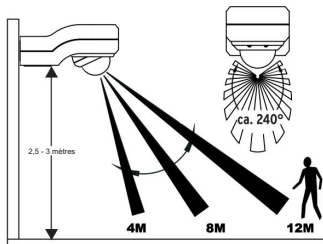

Abb. 1A
- Placez idéalement le détecteur de mouvement entre 2,5 et 3 mètres au-dessus du champ de vision (voir figure 1A).